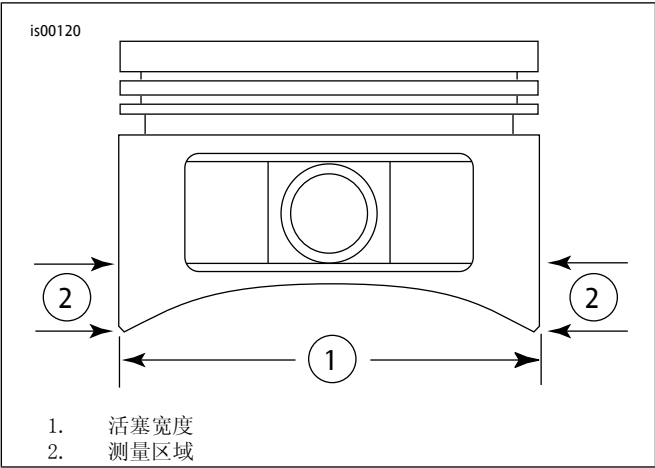

图1。活塞测量值
5. 参见图1。从销活塞销孔的两侧水平90度，并在裙部最低部分（2）上方0.285英寸处测量活塞宽度（1）。